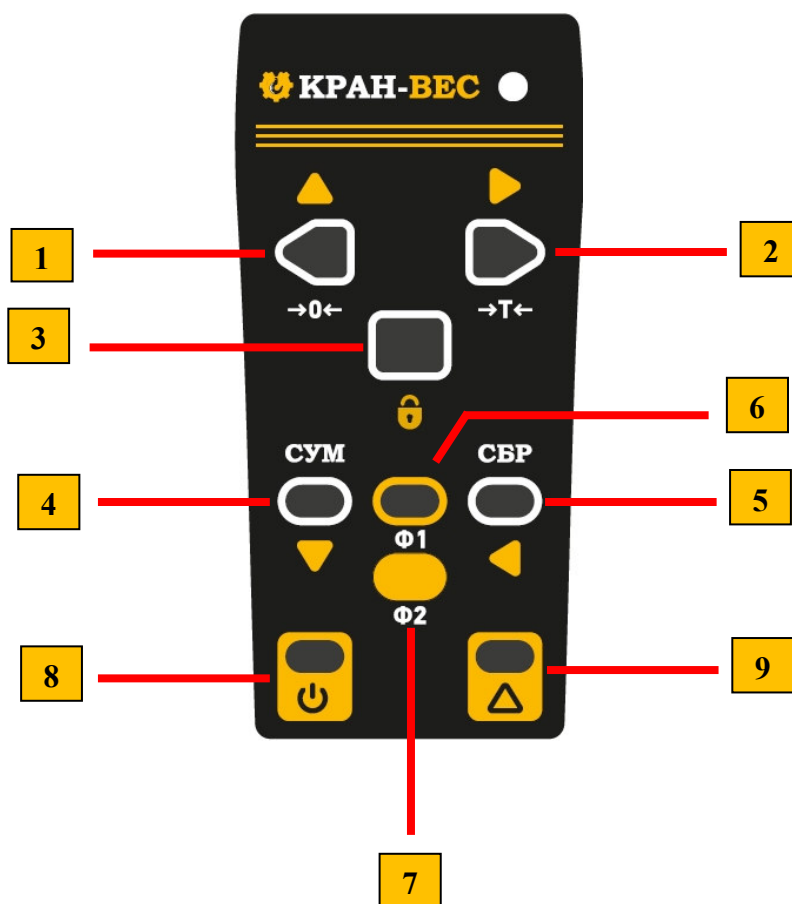

Рисунок 3. Общий вид пульта дистанционного управления
Чтобы обнулить весы нажмите «НОЛЬ» (клавиша 3, рис.2) на корпусе весов или  на пульте дистанционного управления (кнопка 1 рис.3). Показания весов обнулятся.
В случае необходимости фиксирования показаний нажмите  на пульте дистанционного управления (кнопка 3 рис.3). Показания массы зафиксируются и не будут меняться при изменении нагрузки.
При активном режиме фиксации показаний, остальные клавиши будут заблокированы. Для выхода из режима фиксации показаний нажмите  на пульте дистанционного управления (кнопка 3 рис.3).
- Нажмите  на пульте дистанционного управления (кнопка 2 рис.3). На передней панели весов загорится индикатор «ТАРА» и показания весов обнулятся.
ПРИМЕЧАНИЕ: При снятии тары и груза с весов, на дисплее отобразится отрицательная масса тары. Для продолжения взвешивания без тары, обнулите показания весов нажав  на пульте дистанционного управления (кнопка 2 рис.3). Индикатор «ТАРА» погаснет.
- В режиме взвешивания груза нажмите , а затем  на пульте дистанционного управления (кнопка 9 и 2, рис.3). На дисплее высветятся нулевые показания с мигающим первым разрядом;
- Используйте кнопки  и  на пульте дистанционного управления (кнопки 1 и 4, рис.3) для установки числового значения разряда. Для переключения между разрядами используйте  и  (кнопки 5 и 2, рис.3).
- Для сохранения установленного значения массы тары нажмите  на пульте дистанционного управления (кнопка 3, рис.3). Если ввод производится до взвешивания, на дисплее отобразится отрицательное значение массы тары.
- Для продолжения взвешивания без тары, обнулите показания весов нажав  на пульте дистанционного управления (кнопка 2 рис.3). Индикатор «ТАРА» погаснет.
- Нажмите  на пульте дистанционного управления (кнопка 4 рис.3). На дисплее высветится сообщение **ACC** - показания добавлены.
- Для просмотра общего результата суммирования нажмите  на пульте дистанционного управления (кнопка 6 рис.3).
- Нажмите  (кнопка 3 рис.3) на пульте дистанционного управления. На дисплее отобразятся первые пять цифр суммарного результата.
- Нажмите  на пульте дистанционного управления (кнопка 8 рис.3) для выхода из режима просмотра результатов взвешивания.
Для **удаления последнего** суммированного значения массы нажмите  на пульте дистанционного управления (кнопка 5 рис.3). На дисплее высветится сообщение **dEL**, указывающее на удаление последнего введенного показания. Если последнее суммированное значение уже было удалено ранее, на дисплее высветится сообщение об ошибке **nodEL**.
Для **удаления всего** суммированного веса нажмите  (кнопка 9 рис.3), а затем  (кнопка 5 рис.3) на пульте дистанционного управления. На дисплее появится сообщение **CLEAR**, указывающее на то, что весь вес сброшен.
Для переключения между единицами измерения нажмите , а затем  (кнопки 9 и 1, рис.3) на пульте дистанционного управления. При выборе единицы измерения «килограмм» на дисплее высветится сообщение *Un Kg*, если единицей измерения выбран «фунт», на дисплее высветится сообщение *Un Lb*, при выборе единицы измерения пользователя, на дисплее высветится сообщение *UnUSr*.
- Нажмите , а затем  (кнопки 9 и 4, рис.3) на пульте дистанционного управления. На дисплее отобразится значение выбранной дискретности.
- Нажмите , а затем  на пульте дистанционного управления (кнопки 9 и 6, рис.3). На дисплее отобразится напряжение аккумулятора, например, *U 6.38* (6.38В).
Для входа в режим настроек нажмите , а затем  (кнопка 9 рис.3), а затем  (кнопка 3 рис.3) на пульте дистанционного управления. На дисплее отобразится сообщение *SETUP*.
- В режиме настроек нажимайте  на пульте дистанционного управления (кнопка 3 рис.3), пока на дисплее не отобразится значение дискретности, например, **E 0.5**.
- Выберите необходимое значение дискретности, нажав «НОЛЬ» на корпусе весов или используя  и  на пульте дистанционного управления (кнопки 1 и 4 рис.3).
- Для выхода из режима настроек без сохранения изменений нажмите **ON/OFF** (клавиша 1 рис.2) на корпусе весов или  на пульте дистанционного управления (кнопка 8 рис.3).
- Для сохранения изменений и выхода из режима настроек нажмите  (кнопка 9 рис.3) на пульте дистанционного управления.